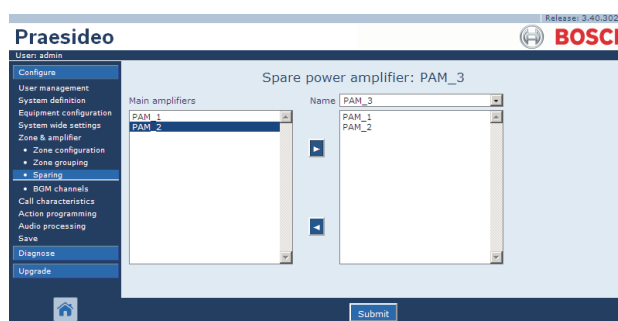

figura 46.13: Amplificadores de reserva, passo 3
- 3 Seccione o amplificador principal que pretende atribuir ao amplificador de reserva na caixa à esquerda (veja a figura 46.13).